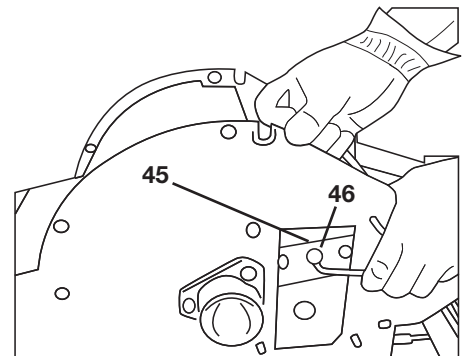

Bild 42
- Rotor so drehen (45), dass das Messer durch die Öffnung sichtbar ist (siehe „Bild 42“).
- Senkschraube (SW 5) am Messer lösen (46) und herausdrehen.